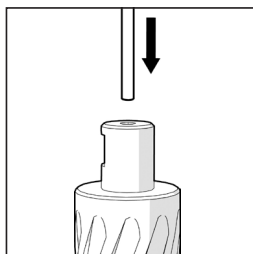

Fig. 6
- Insérez la tige guide dans la fraise en vous assurant qu'elle glisse aisément. (**Fig.6**)